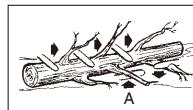

Fig. 12
Curățarea trunchiului este procesul de îndepărțare a crengilor de la un copac doborât. Nu îndepărtați crengile de sus (A) decât după ce bușteanul este tăiat în bucăți (Fig. 12). Crengile sub tensiune trebuie tăiate dinspre bază spre vârf pentru a evita îndoarea lanțului.